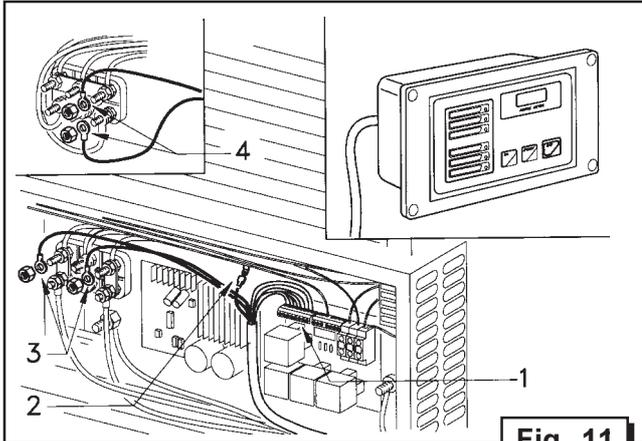

Fig. 11
Todas las funciones de control, arranque y apagado son dirigidas desde el panel de mandos. El panel debe ser instalado al interior del vehículo y conectado a la unidad VOYAGER mediante un cable multipolar (ya conectado al panel de mandos) a la bornera de la tarjeta relé que se encuentra en el interior del cuadro de conexiones (fig.11 ref.1). Para los cables de mando los bornes a utilizar son aquéllos marcados con los números que van del 1 al 8; los revestimientos de masa deben ser conectados al borne fast-on (fig.11 ref.2) y deben ser cuidadosamente aislados y engrapados a un fast-on hembra. Los hilos de color marrón y blanco del cable multi-polar deberán ser conectados a la bornera de potencia, tal como se indica en la fig.11 ref. 3 en el caso de una unidad monofásica y en el modo indicado en la fig. 11 ref. 4 en el caso de una unidad trifásica.
Eeguire sempre il collegamento verso terra utilizzando l'apposito morsetto (fig. 11) avendo cura di utilizzare un cavo di sezione uguale o superiore alla sezione dei fili utilizzati per il collegamento alle utenze.
For earthing use the terminal provided (Fig. 11), being careful to select a lead with cross section the same or larger than that of those used for appliance connections.
Effectuer toujours un branchement à la terre en utilisant la borne appropriée (Fig. 11) en prenant soin d'utiliser un câble de section identique ou supérieure à la section des fils utilisés pour le branchement aux appareils.
Es muß immer ein Erdanschluß mit Hilfe der entsprechenden Klemme ausgeführt werden, (Abb. 11) wobei ein Kabel mit dem selben oder einem höheren Querschnitt als dem der Verbraucheranschlußkabel verwendet werden muß.
Efectuar siempre la conexión a tierra utilizando el borne respectivo (fig. 11), cuidando emplear un cable de sección igual o superior a la sección de los cables empleados para conectar los dispositivos utilizadores.